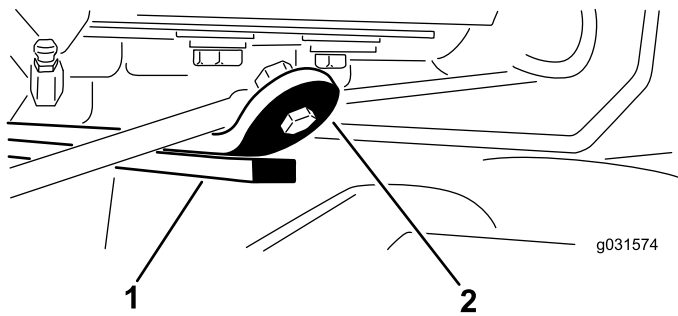

Figura 9
3. Arranque el motor, eleve las unidades de corte y compruebe que la holgura entre la pletina que está encima de la barra de desgaste de la unidad de corte trasera y la pletina de amortiguación es de 0.51 mm – 2.54 mm (0.02" – 0.10"), como se muestra en la Figura 9.